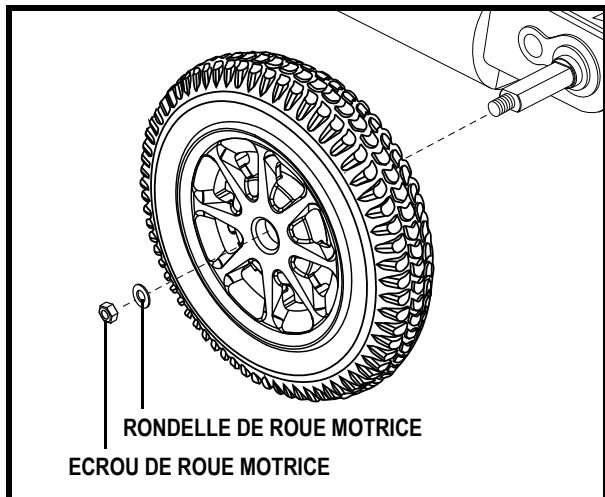

Figure 20. Enlèvement de la roue motrice
4. Retirez l'écrou et la rondelle de roue motrice sur l'essieu. **Voir la figure 20.**